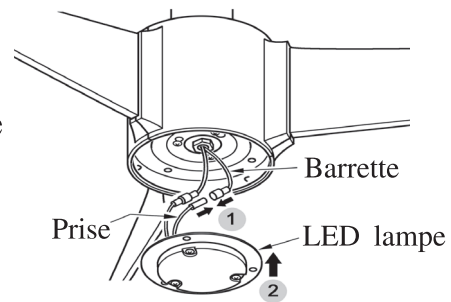

FIG.21
4. Brancher ensemble les fils du kit d'éclairage du ventilateur et ceux de la lumière à DEL. (Voir fig.21)